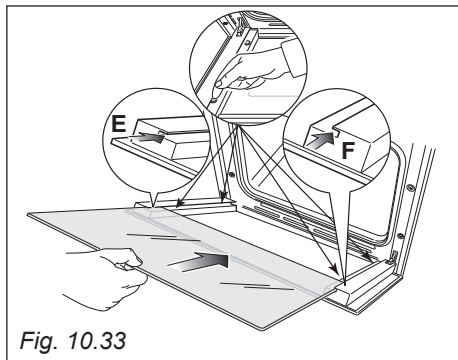
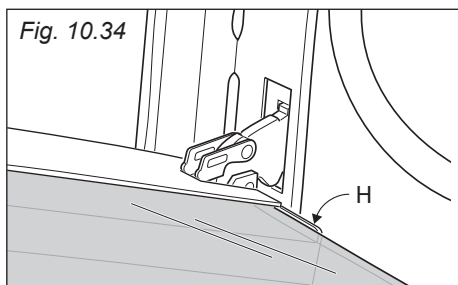

Fig. 10.33
Fig. 10.34
IMPORTANTE: È consigliabile, durante l'inserimento del vetro, tenere premuti in posizione i 4 distanziatori "D", mediante un dito, al fine di evitare la rottura o lo sfilamento dei distanziatori stessi (fig. 10.33).
- Inserire il vetro nelle guide "E" ed "F" (fig. 10.33) e farlo scorrere dolcemente fino ai fermi "H" (fig. 10.34).